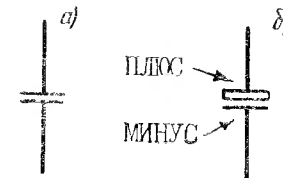

Рис. 5
**Конденсатор** — радиоэлектронный элемент, обладающий электрической емкостью, т. е. свойством накапливать электрический заряд. Конденсатор не пропускает постоянный ток, а переменному оказывает сопротивление тем меньшее, чем больше частота тока и емкость конденсатора. Обозначение конденсатора показано на рис. 5а. На рис. 5б показано обозначение электролитического конденсатора.